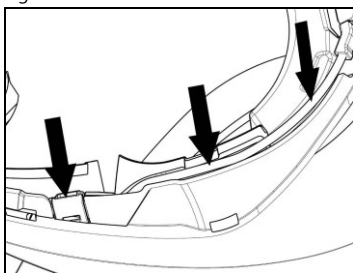

Fig. 14
- Pasar el cable dentro del casco y colocar el cierre de fijación de la derecha en su alojamiento (Fig. 14).